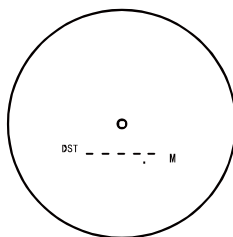

Рисунок 1
- Нажмите кнопку ВКЛЮЧЕНИЯ/ИЗМЕРЕНИЯ для включения или выключения прибора. По умолчанию дальномер начинает работу с режима измерения расстояния (рис. 1).